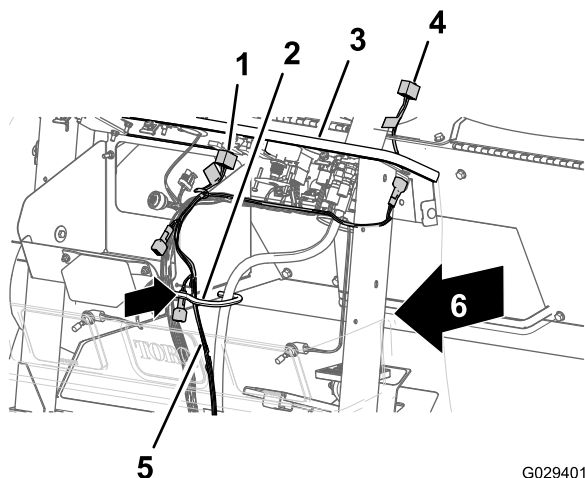

図 14
3. ダッシュパネル用の 240cm の枝線を、前方バルクヘッドの開口部にあるハトメを通して車両のケーブルホース用フックの内側まで導く 図 14。